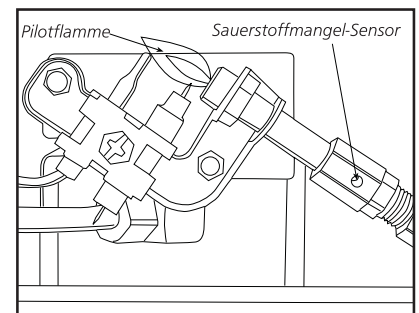

Abbildung 6
- 3 Die vier (4) Schrauben, die die Schutzvorrichtung des Heizgerätes auf der Rückseite festhalten, herausschrauben.
- 5 Die vier (4) Brennerbefestigungsschrauben entfernen und die Gasleitung von der Brenneinheit abnehmen. Die Brenneinheit von der Rückseite des Gehäuses entfernen.
- 7 Die Hauptbrenneröffnungen (in den Öffnungshalter eingefädelt) prüfen und reinigen. Der Öffnungshalter ist mit zwei (2) Schrauben an der Brenneinheit-Venturirohre angebracht.
- 8 Den Piloten (an einer Halterung befestigt) prüfen und mit einem Staubsauger oder Pressluft durch die Löcher im Piloten reinigen; durch Pfeile markiert in Abbildung 6.